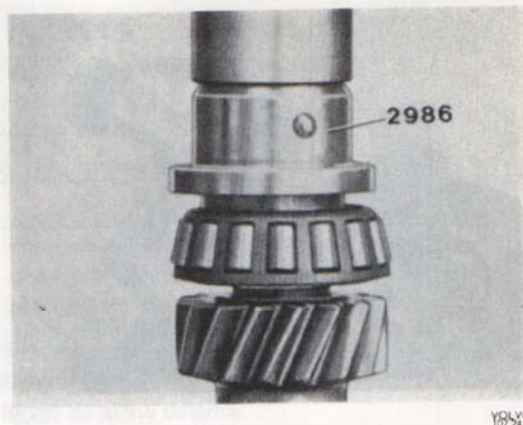

Bild 24. Montering av bakre innerring
3. Pressa bakre lagrets innerring på mellanaxeln med dorn 2986, se bild 24. Placera därefter mellanaxeln på botten i växellådshuset. Placera huvudaxeln i huset. Ta bort lyftverktyget och sätt tryckbrickan på huvudaxeln.